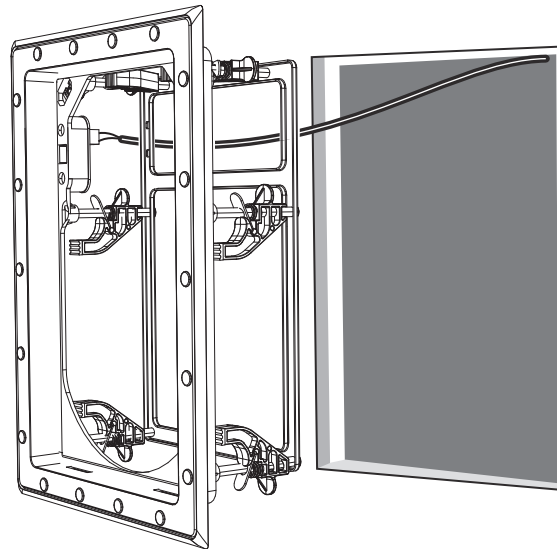

図 8. フレームを壁に取り付ける
1. スピーカーの配線を引っ掛けたり挟んだりしないように注意しながら、フレームを壁の開口部に押し込みます (図 8)。